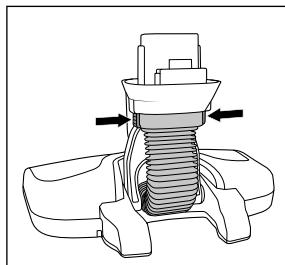

Abb. 17
- ◆ Drücken Sie beide Entriegelungstasten 13 am Schlauchstück zusammen und ziehen das Schlauchstück ab (siehe Abb. 17).